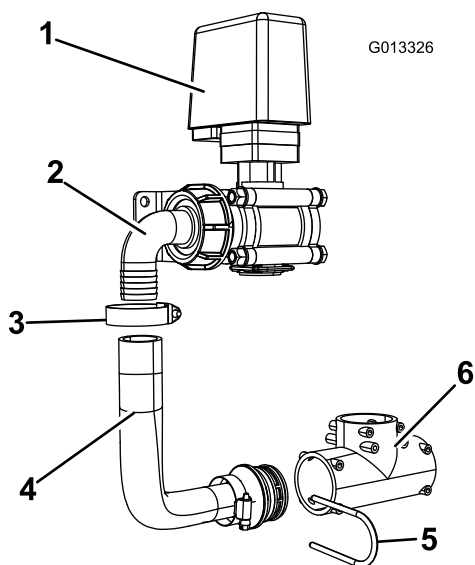

Figura 22
6. Allentate la fascetta stringitubo che fissa il flessibile dell'agitatore al raccordo a 90° sulla valvola dell'agitatore, e staccate il flessibile. Rimuovete la forcella di fissaggio che fissa l'altra estremità del flessibile al raccordo a T. Scartate il gruppo del flessibile dell'agitatore. Conservate la fascetta stringitubo e la forcella di fissaggio (Figura 22).